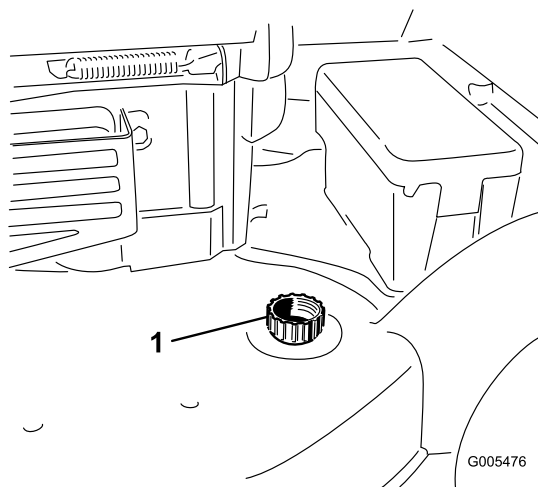

Figura 43
3. Introduzca una manguera de jardín conectada a un grifo en el orificio de lavado de la carcaza del cortacésped (Figura 43).